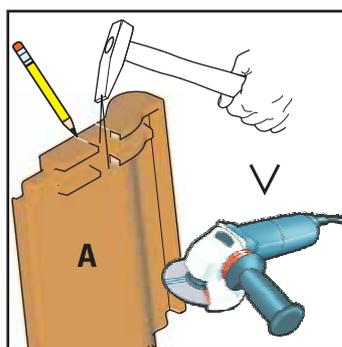

Figure 3-15 Enlevez les points de passage des crochets et les entretoises des tuiles
15. Enlevez les dernières entretoises inférieures des tuiles sur les points de passage marqués des crochets ou bien supprimez-les à l'aide de la tronçonneuse à meule (Figure 3-15).